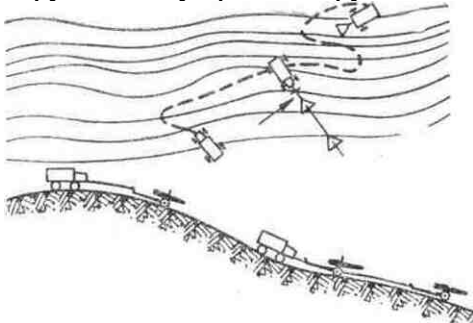

Рис. 75
3. Если скат крутой, но допускает движение тягача зигзагообразно по склону без орудия, то применяется лебедка с тросом. Тягач поднимается на длину троса лебедки и останавливается. Один конец троса прикрепляется к барабану лебедки, другой — к шкворневой лапе орудия. Водитель включает лебедку, и трос, наматываясь на барабан лебедки, подтягивает орудие к тягачу. Орудийные номера, поддерживая на весу станины орудия, помогают его плавному Подъему в гору. После этого тягач зигзагообразным путем снова поднимается в гору на длину троса, и орудие таким же способом подтягивается к тягачу (рис.75).